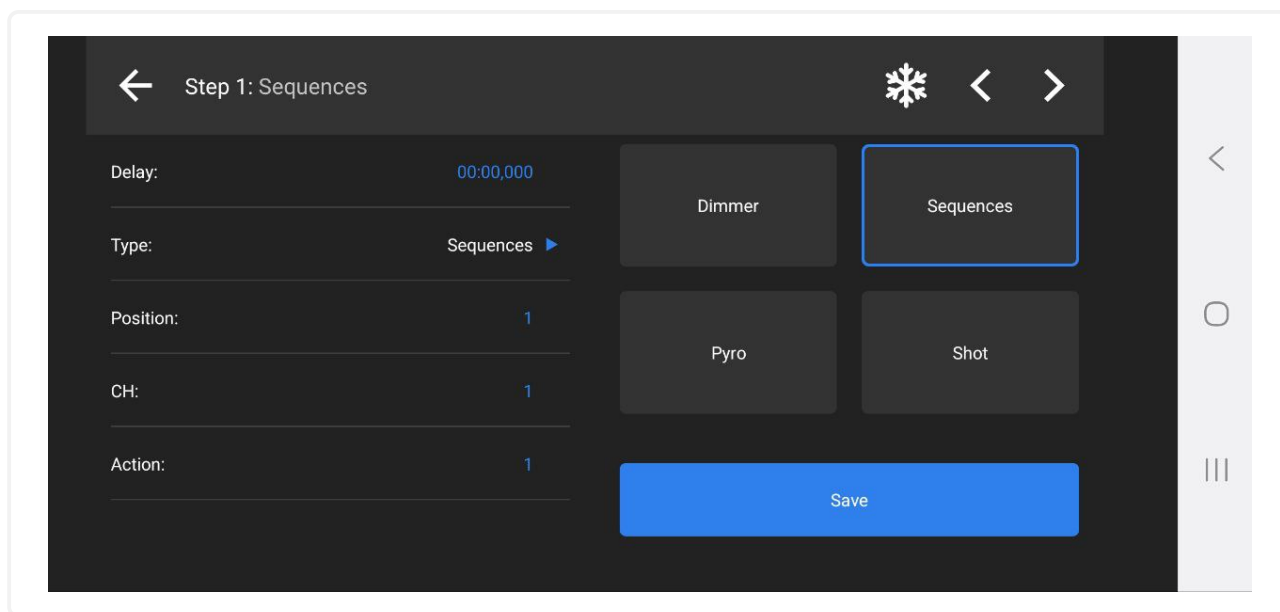

Рис. 23: Экран выбора типа оборудования
3. Выберите тип оборудования (см. рис. 23 на следующей странице)